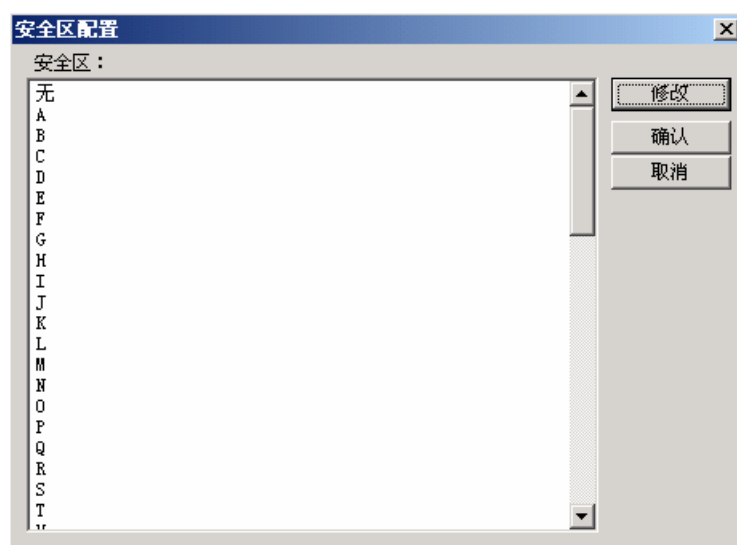

图 6-13 安全区配置对话框
(2) 单击此对话框中的“编辑安全区”按钮，弹出安全区配置对话框，如图 6-13 所示。选择“A”安全区并利用“修改”按钮将安全区名称修改为：反应车间。单击“确认”按钮关闭对话框。